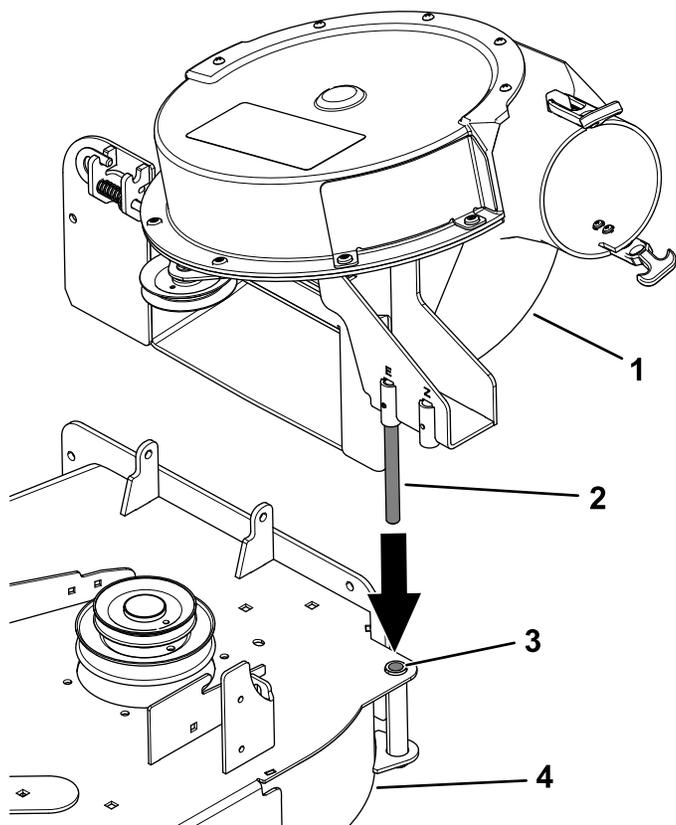

Figura 40
1. Allineate il perno girevole sul soffiatore con il relativo foro nel piatto di taglio (**Figura 40**).
3. Abbassate il soffiatore e fate scorrere il perno girevole nel foro del perno (Figura 40).